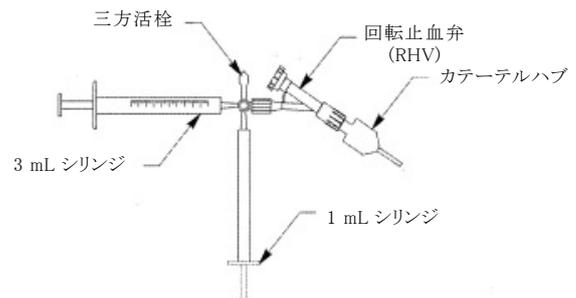

図 1
- 回転止血弁(RHV)をカテーテルのハブに接続し、更に三方活栓を接続する。三方活栓に 1 mL 及び 3 mL シリンジを取り付ける(図 1 参照)。
- 1) フラッシュ用の拡張用溶媒の入った 3 mL シリンジを三方活栓に取り付ける(図 1 参照)。